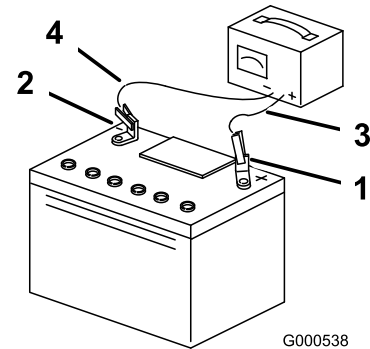

Bild 38
3. Ziehen Sie den Stecker des Ladegeräts aus der Steckdose, wenn die Batterie ganz aufgeladen ist. Klemmen Sie dann die Klemmen des Ladegeräts von den Batteriepolen ab (Bild 38).